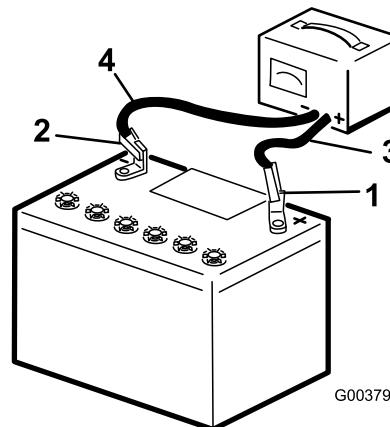

図 54
- 3-4 A で 4-8 時間、バッテリーを充電する図 54。充電しすぎないように注意すること。
- 充電が終わったら、チャージャのプラグをコンセントから抜いてから、チャージャのリード線をバッテリー端子から外す 図 54。